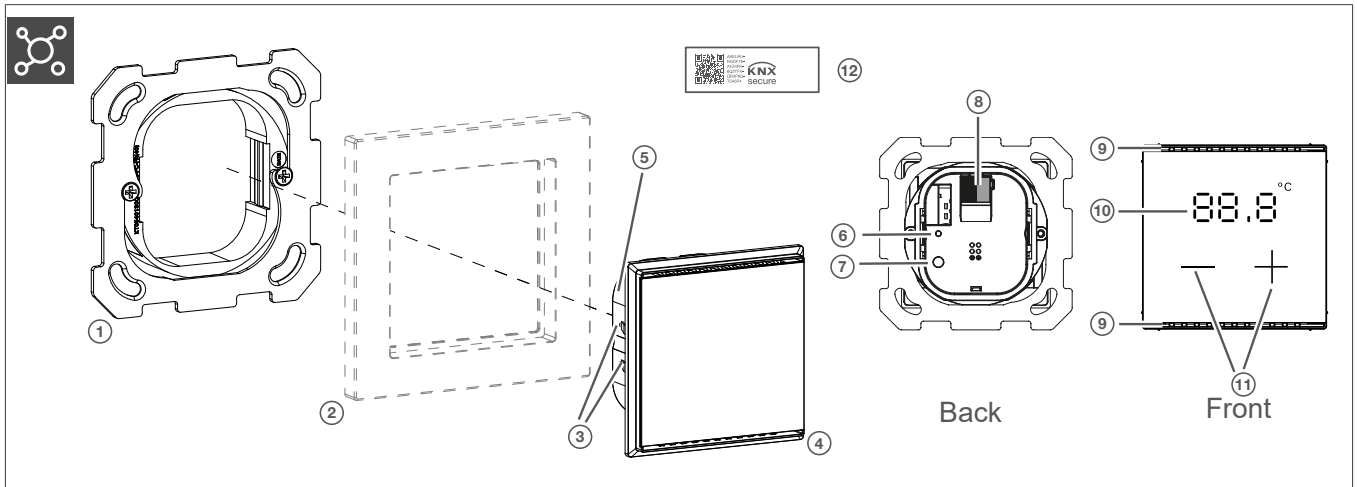

Bild 2: Geräteaufbau
- | Programmier-Taste (Bild 2/7: Geräteaufbau) drücken.
- | Die Programmier-LED (Bild 2/6: Geräteaufbau) leuchtet.